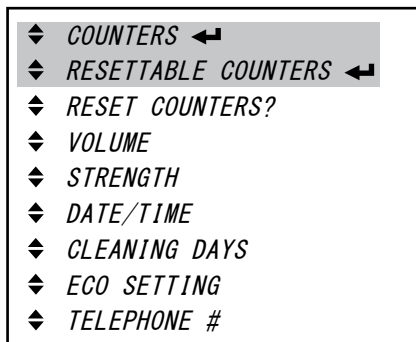

図55
- ・ オペレータモードでは、エンターボタン  を押して《COUNTERS (カウンタ)》メニューまたは《RESETTABLE COUNTERS (リセット可能なカウンタ)》メニュー (図55) にアクセスします。